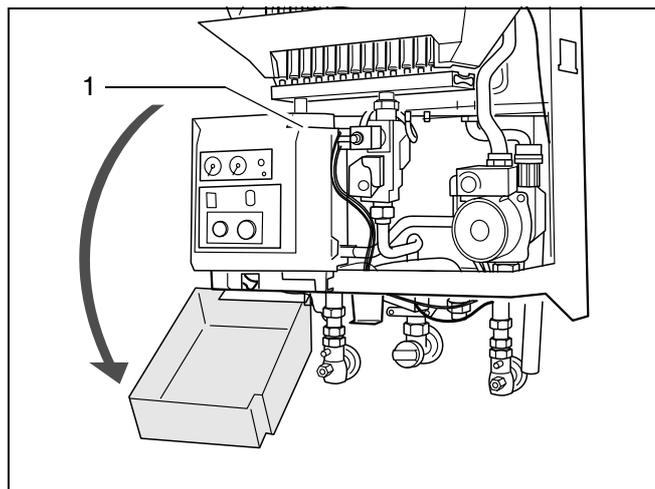

Fig. 9 Ribaltare in basso l'involucro dell'UBA
- Svitare la vite con testa a croce (fig. 9, pos. 1) nell'involucro dell'UBA.